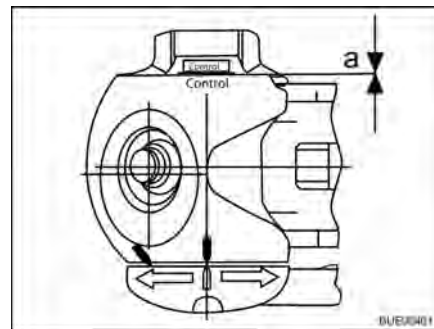

Fig. 197 Controllo usura
- Distanza $a = 0$ (Fig. 197): Controllare guarnizioni di attrito ed ev. sostituirle.